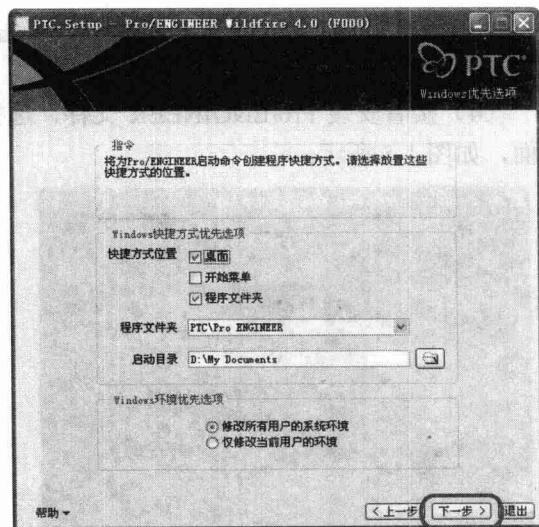

图 1-9 Windows 优先选项界面
(8) 单击**下一步 >**按钮进入 Windows 优先选项界面，如图 1-9 所示。